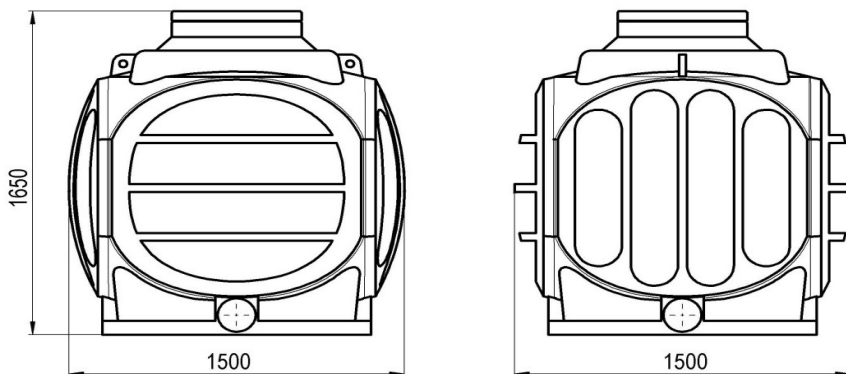

Рисунок 8 - Колодец ККП-4-ССД в сборе, вид сбоку, габаритные размеры
4.2 Характеристики колодца ККП-4-ССД указаны в таблице 1. Габаритные размеры -рисунок 8.